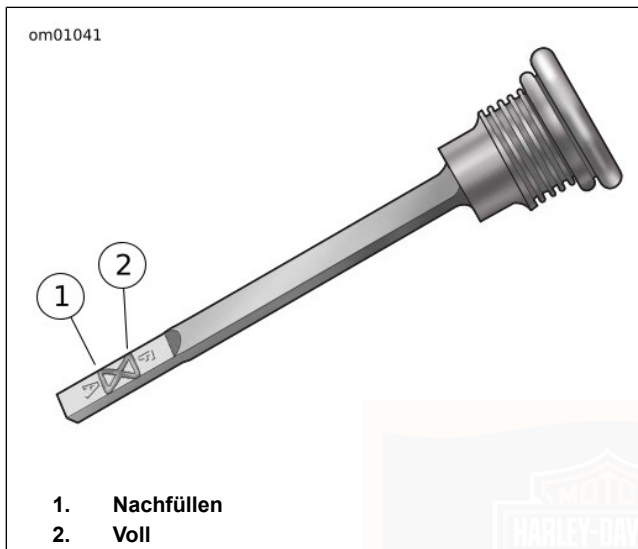

Abbildung 53. Einfüllverschlussstopfen/Ölmesstab für Getriebeschmiermittelstand
3. Siehe Abbildung 53. Den Einfüllverschlussstopfen/Ölmesstab entfernen und den Ölstand auf dem Ölmesstab prüfen. Falls der Schmiermittelstand am Ölmesstab bei oder unter der Markierung ADD (nachfüllen) liegt, nur soviel Schmiermittel nachfüllen, um den Füllstand zwischen die Ölmesstab-Markierungen ADD (nachfüllen) und FULL (voll) zu bringen.